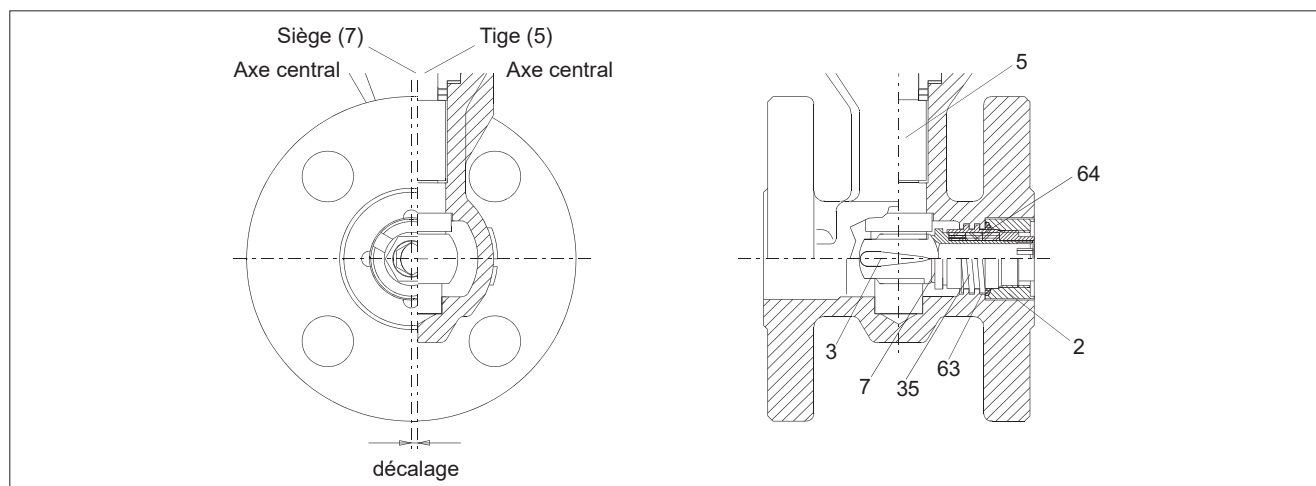

Fig. 19 Vanne à bas Cv
- Montez le joint arrière (6) sur le siège (7). Enfoncez la bague d'appui (8) sur le siège (6), puis le ressort (5). Enfoncez ces pièces en un seul bloc dans la cavité du corps. Notez que la pièce (4) est fixée en usine sur le corps et ne doit en aucun cas être retirée.
- Placez le palier inférieur (17) sur l'axe (12) et le palier supérieur (17) dans la cavité du corps. Vérifiez que les trous des goupilles de la sphère (3) n'ont pas été endommagés lors du démontage.
- Assemblez la sphère (3) dans le corps et les axes (11, 12) à travers les trous d'axe de façon à ce que les trous de goupille soient parallèles les uns aux autres. Enfoncez les goupilles dans les trous de sphère/d'axe et bloquez-les avec un pointeau. Cf. Fig. 19.
- Montez le joint (19), la bride pleine (10) et les vis hexagonales (26) et serrez le tout.
- Montez et serrez les goujons (24), insérez les bagues de garniture (20), le presse-étoupe (9), les plaques d'arrêt (30), les sets de ressorts à disque (32) et les écrous (25) et serrez le tout.
- Insérez la clavette (13) dans la rainure de l'axe d'entraînement (11).
- Tournez la sphère (3) de façon à ce qu'elle reste parfaitement immobile au cours de l'opération, par exemple à 90° en sens horaire depuis la position fermée.
- Retirez les ergots de verrouillage de la douille (2) et dévissez cette dernière à l'aide d'un outil de retenue du siège.
- Maintenez le siège en place à l'aide d'une clé Allen (11 mm) et dévissez la boîte de glissement (35) à l'aide d'une clé (17 mm).
- Poussez le siège hors de la boîte de glissement (35). Retirez les joints en graphite (64). Prenez garde à ne pas endommager les surfaces d'étanchéité.
- Montez les joints en graphite (64) sur le siège (7). Enfoncez la garniture d'étanchéité sur la boîte de glissement (35).
- Marquez le sens du décalage (excentricité) à l'aide d'un feutre, par exemple, sur le bord hexagonal du siège. Comparez l'écart entre les axes centraux de la sphère et du passage de la vanne par rapport à la Fig. 19. Lubrifiez les filets du siège avec du Molykote 321R ou équivalent.
- Vissez soigneusement dans le corps la boîte de glissement (35) avec le siège et les joints. Dès que le siège entre en contact avec la surface de la sphère, dévissez de nouveau, et légèrement, la boîte de glissement de façon à pouvoir tourner le siège dans la bonne position. Observez la position à l'aide du repère précédemment tracé. Maintenez le siège en place à l'aide d'une clé Allen et dévissez la boîte de glissement avec une clé. Déplacez soigneusement la clé Allen en arrière et en avant pour trouver la position où le siège est le plus lâche. Une fois que vous avez trouvé la bonne position, gardez le siège dans cette position et serrez la boîte de glissement jusqu'à ce que ses filetages soient au même niveau que celui des filetages du corps.
- Installez le joint arrière (63) dans la douille (2)
- Vissez la douille (2) sur les filets de la boîte de glissement (35). Serrez la douille à l'aide d'un outil de retenue du siège. Les couples de serrage sont indiqués au Tableau 4.
- Enfoncez le palier inférieur (16) en vous aidant de la tige. Évitez de forcer.
- Faites glisser le palier supérieur (15) dans le logement de tige, à travers le passage de la vanne.
- Placez la vanne de manière à ce que la plaque de montage de l'actionneur soit orientée vers le haut. Maintenez en place le palier supérieur (15) avec les doigts à travers le passage de la vanne fileté. Enfoncez la sphère (3) par l'autre orifice d'écoulement sur le palier inférieur (16). Observez la taille des plans fraisés de la sphère ; le plus grand doit se trouver au dessus.
- Faites glisser les paliers de butée (70) sur la tige.
- Posez un joint de chapeau (66) neuf dans le chapeau (8) et assemblez le chapeau. Fixez les écrous hexagonaux lubrifiés (17) sur les goujons (13) et serrez-les tour à tour. Cf. Tableau 1.
- Enfoncez l'ensemble garnitures/bague en V (69) sur la tige et dans le logement de la garniture. Veillez à ne pas endommager les bagues en V dans les cannelures de la tige. Utilisez le fouloir (9) pour enfoncez les garnitures à fond.
- Installez le fouloir (9). Serrez à la main les écrous hexagonaux (18) sur les goujons (14).
- Installez le support (29), lubrifiez les vis (30) et serrez-les. Cf. Tableau 1.
- Serrez les écrous du presse-étoupe (18) de 1,5 à 2 tours à l'aide d'une clé. Évitez un serrage excessif, au risque d'endommager les garnitures.